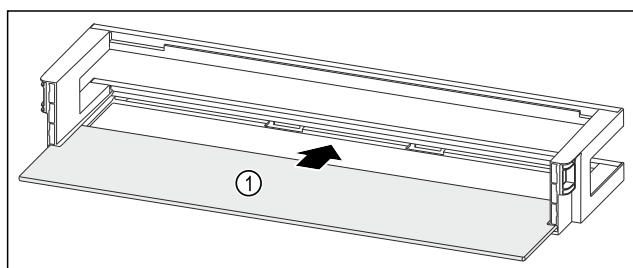

Fig. 134 Türabsteller mit Abstellfläche
- Abstellfläche Fig. 134 (1) in die seitlichen Aussparungen einschieben.